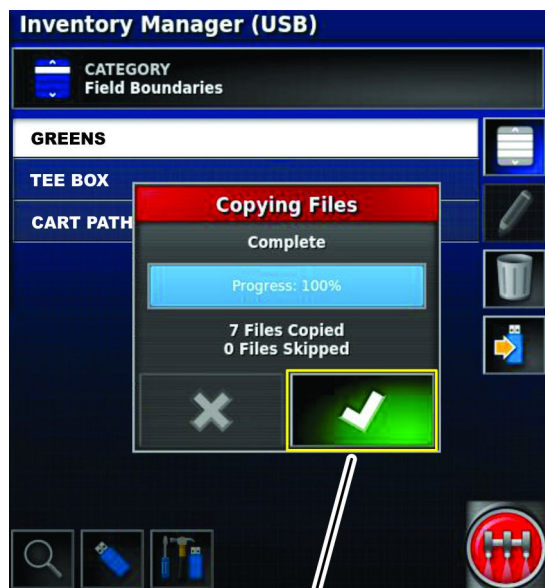

Bild 106
9. Tippen Sie im Dialogfenster Dateien exportieren auf das Bestätigen-Symbol (Bild 106).